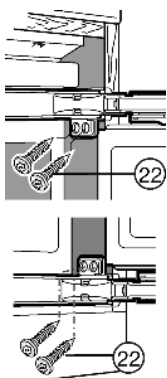

Fig. 18
- ▶ Visser en haut et en bas avec de longues vis à panneaux de particules Fig. 18 (22) à travers les pattes de fixation des charnières.